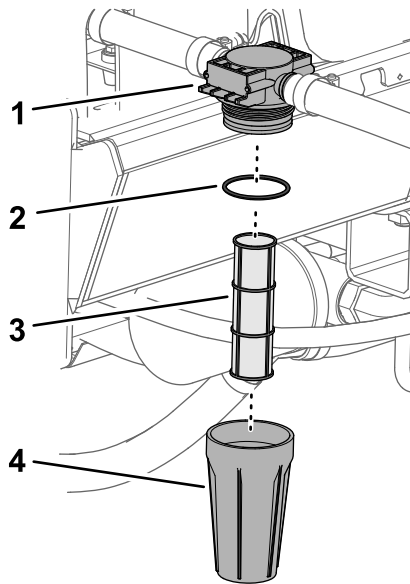

图 42
1. 逆时针旋转滤清器然后从滤头中拿出油碗图 42。
2. 检查滤清器滤芯是否损坏、有积聚物或杂物图 42。
- A. 从滤头上拆下滤芯图 42。
- C. 将滤清器滤芯插入滤头图 42。
3. 检查 O 形圈是否损坏图 42。
4. 将油碗顺时针旋到滤头上并用手紧固图 42。